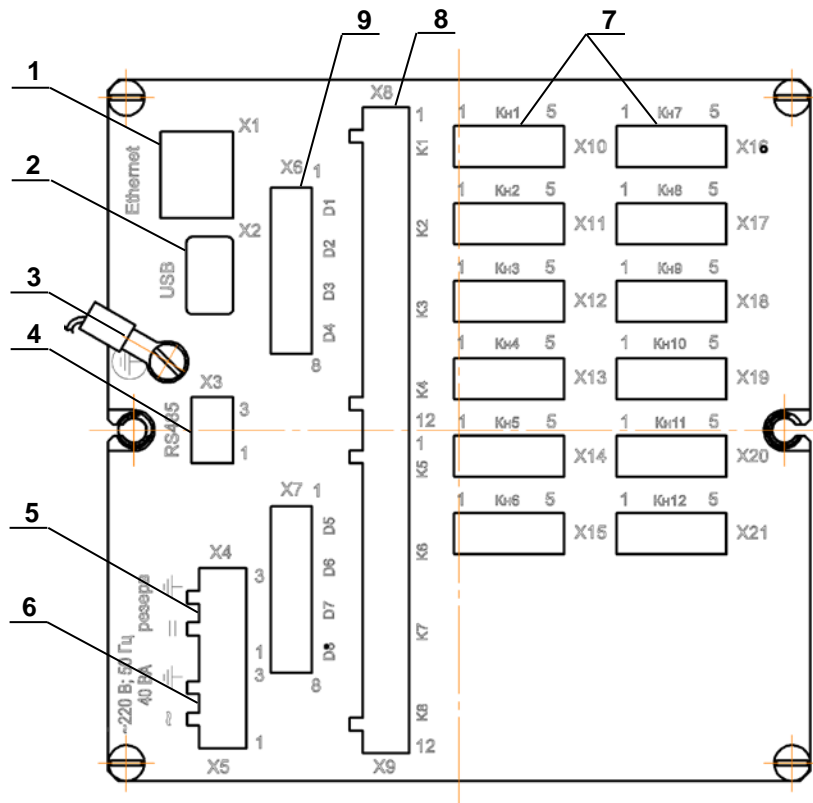

Рисунок 2.2
Рисунок 2.2а
Рисунок 2.2б
Рисунок 2.2в
Рисунок 2.2г
**Рисунок 2.2д**